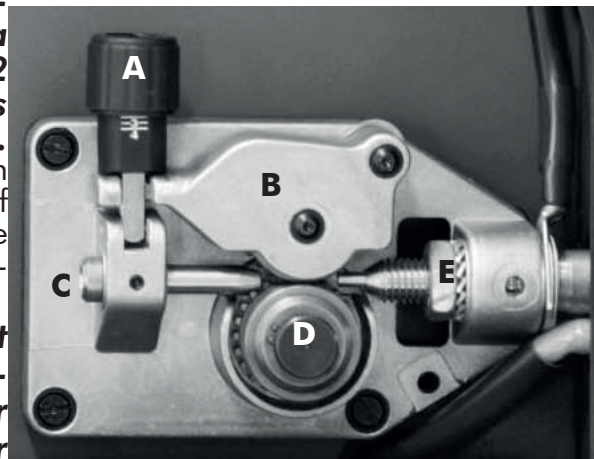

Figure 5
- Desserrer et abaisser le bouton en plastique (A) et relâcher le levier presse-fil (B)(Fig.5). Extraire les résidus de fil éventuels de la gaine guide-fil (E).
- Relâcher le fil de la bobine et le tenir serré avec une paire de pinces de façon à ce qu'il ne puisse pas se dérouler. Si nécessaire, le redresser avant de l'introduire dans le guide d'entrée (C) du fil. Introduire le fil en le faisant passer au-dessus du galet inférieur (D) et dans la gaine guide-fil (E).